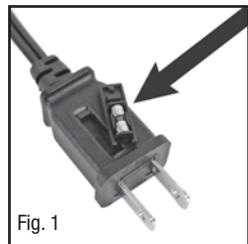
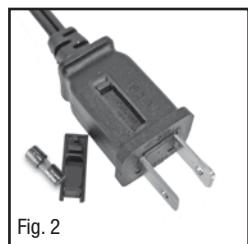

Fig. 1
Fig. 2
2. Si su ventilador pierde potencia y sospecha que el fusible de su ventilador se ha fundido, debe primero retirar el sujetador del fusible de repuesto adjunto al cable de corriente (Fig. 1). Retire el fusible de repuesto del sujetador de plástico y déjelo a un lado (Fig. 2).